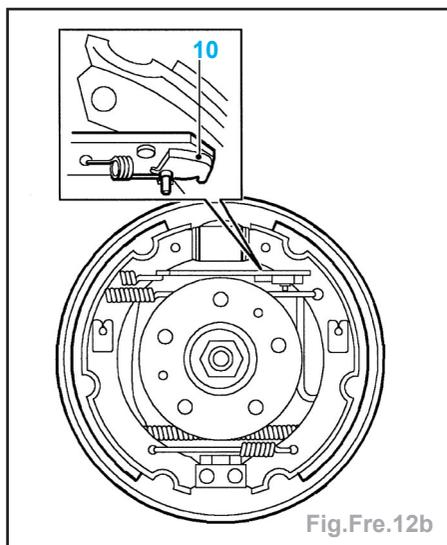

Fig.Fre.12b
- Contrôler l'excentrique de réglage et, si nécessaire, le placer dans la position de réglage minimum, comme suit : faire lever sur le segment primaire, pour l'éloigner du cylindre de roue. Reculer la came de réglage à fond et positionner le segment (10) (Fig.Fre.12b).